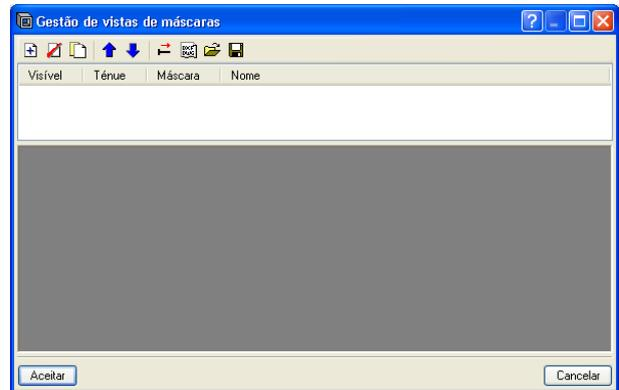

Fig. 1.9
1. Selecione o ícone  **Editar máscaras** da barra de ferramentas. Abrir-se-á a janela **Gestão de vistas de máscaras** (Fig. 1.9).